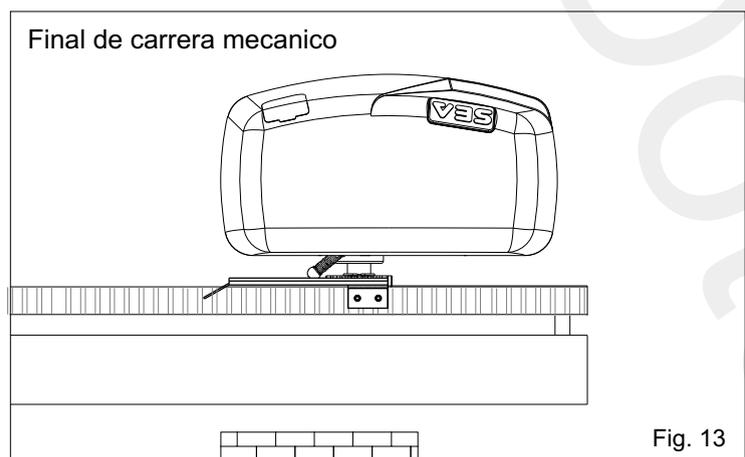

Fig. 13
- Posicionar la plaquita sobre la cremallera en modo de tener la palanquita del final de carrera mecanico (Fig.13) en correspondencia con el punto X que se encuentra a 50 mm del lado doblado de la plaquita y fijarla con los tornillos en dotacion (Fig. 14).